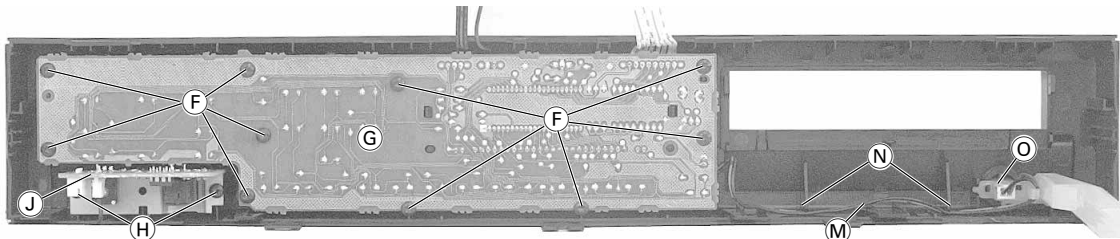

Fig. 5
4. Zerlegen der Frontplatte (Fig. 5)
- Die 10 Schrauben (F) herausschrauben und die Leiterplatte (G) herausnehmen.
- Die 2 Schrauben (H) herausschrauben und die Leiterplatte (J) herausnehmen.
- Beim Zusammenbau darauf achten, daß das Kabel (M) richtig in den Führungen (N) liegt, da sonst die Netztaete (O) blockiert werden kann.
4. Disassembling of the Front Panel (Fig. 5)
- Undo the 10 screws (F) and remove the PCB (G).
- Undo the 2 screws (H) and remove the PCB (J).
- When reassembling take care that the cable (M) fits into the guides (N) as otherwise the mains button (O) might be blocked.